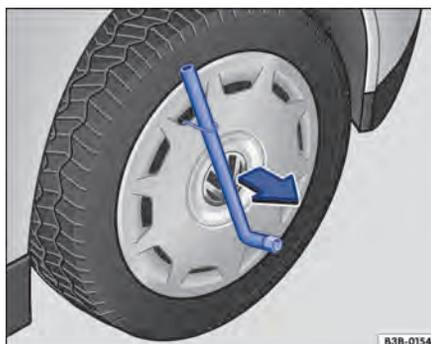

Fig. 179 Retirar a calota integral.
- Passar a chave de roda pelo gancho extrator → Fig. 179 e puxar a calota para fora no sentido da seta.